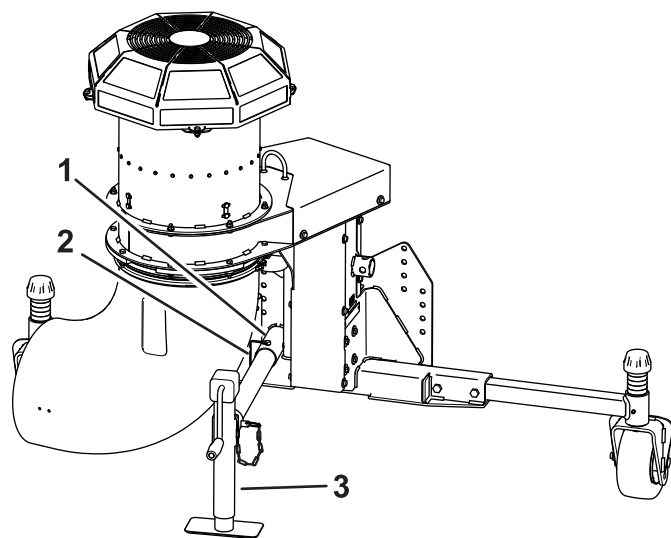

図 8
- 10. ジャッキスタンドのチューブをフレームのチューブを差し込み、取り付け穴をそろえ、スナップピンで固定する図 8。